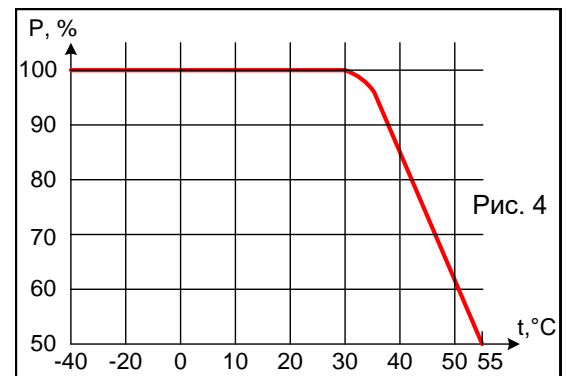

Рис. 4
**ВНИМАНИЕ!** При повышении температуры окружающей среды выше 35 градусов снижается нагрузочная способность регулятора (см. рис. 4).
ВНИМАНИЕ! При повышении температуры окружающей среды уменьшается максимальная допустимая мощность нагрузки регулятора (см. рис. 4).